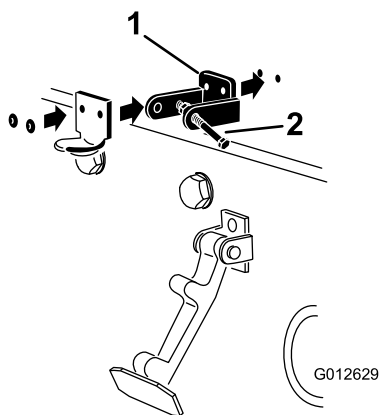

Bild 33
3. Fluchten Sie die Befestigungslöcher aus und positionieren Sie gleichzeitig die Halterung des CE-Riegels und des Motorhaubenriegels auf der Motorhaube. Die Riegelhalterung muss an der Haube anliegen (Bild 33). Nehmen Sie die Schraube und Mutter nicht vom Halterungsarm für den Riegel ab.
5. Nieten Sie die Halterungen und Scheiben an die Haube (**Bild 33**).